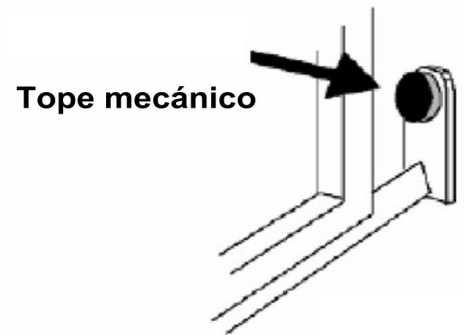
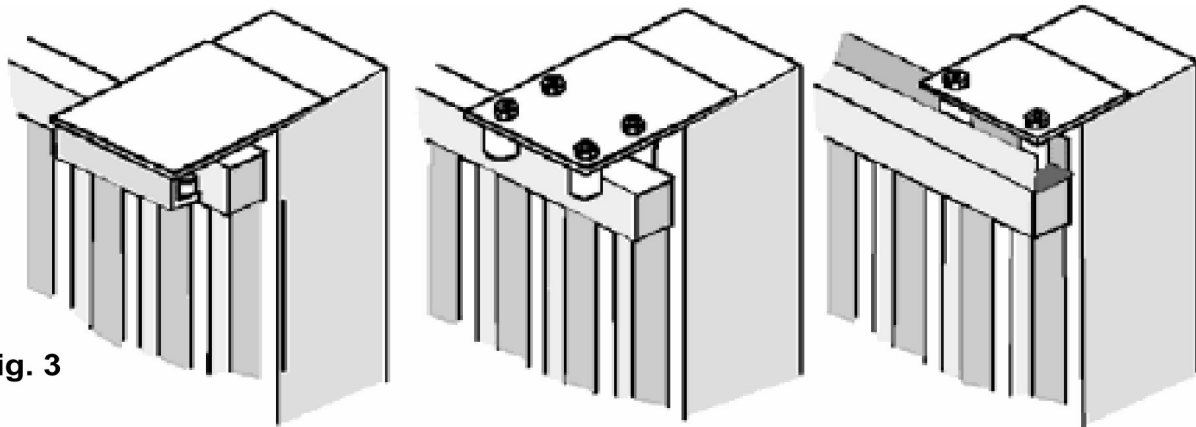

Fig. 2
Fig. 3
- Antes de proceder al montaje del automatismo controlar el buen funcionamiento de la cancela. Asimismo es conveniente verificar que la guía de desplazamiento a tierra (**Fig. 1**) no presente malformaciones, que se encuentre perfectamente nivelada y que el tope mecánico en apertura esté presente (**Fig. 2**), para evitar que la cancela salga de las guías superiores (**Fig. 3**).
- Verificar que la guía de desplazamiento superior (**Fig. 3**) esté fijada firmemente y que la cancela se desplace libremente.
Posicionar el motorreductor y fijarlo con los pernos suministrados. (**Fig.2**).
Fijar firmemente la cremallera en la cancela, dejando una distancia de 2 a 3 mm. desde el piñón del motor (**Fig.3**).